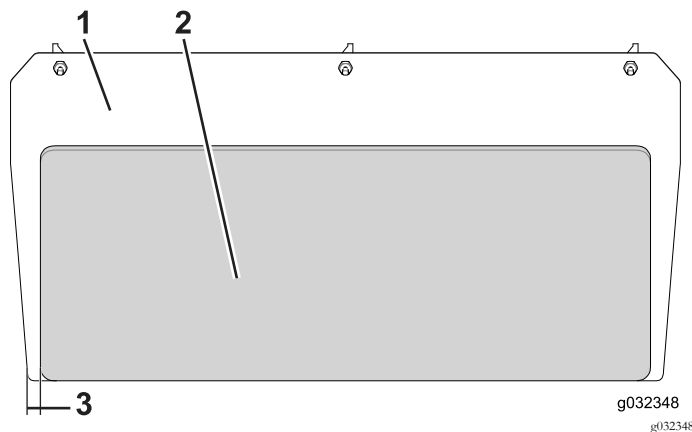

Bild 8
4. Entfernen Sie das Trägermaterial und bringen das Schutzblech der hinteren Abdeckung an der Motorseite der hinteren Abdeckung an (Bild 8).
Hinweis: Zentrieren Sie das Schutzblech der hinteren Abdeckung entlang der Breite der Platte und lassen einen Abstand von 29 mm von jeder Kante (Bild 8).